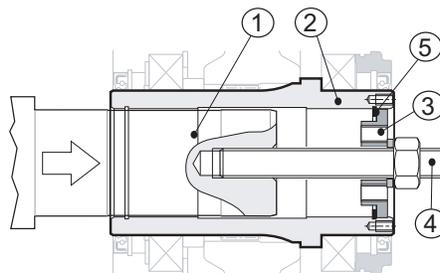

Fig. 12
Después introducir en su alojamiento primero el seeger para interiores (pos. 5) y luego el fondo (pos. 3). Llegados a este punto, apretando la tuerca de la barra roscada, se llevan los dos ejes en contacto entre ellos (ver Fig. 12 (p. 25)).